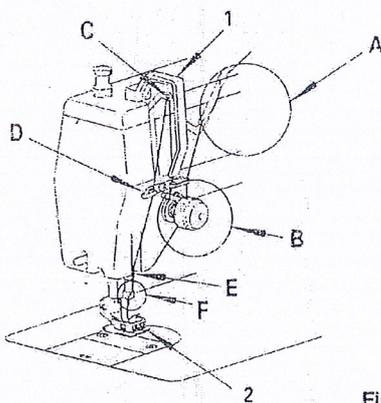

Fig.13.
1. Tirer le fil en provenance du porte cône et le passer dans tous les passes fils A (Fig. 14), B (fig. 15), C (Fig. 13), D (Fig. 13), E Fig. 13) et F (Fig. 15) dans l'ordre indiqué.